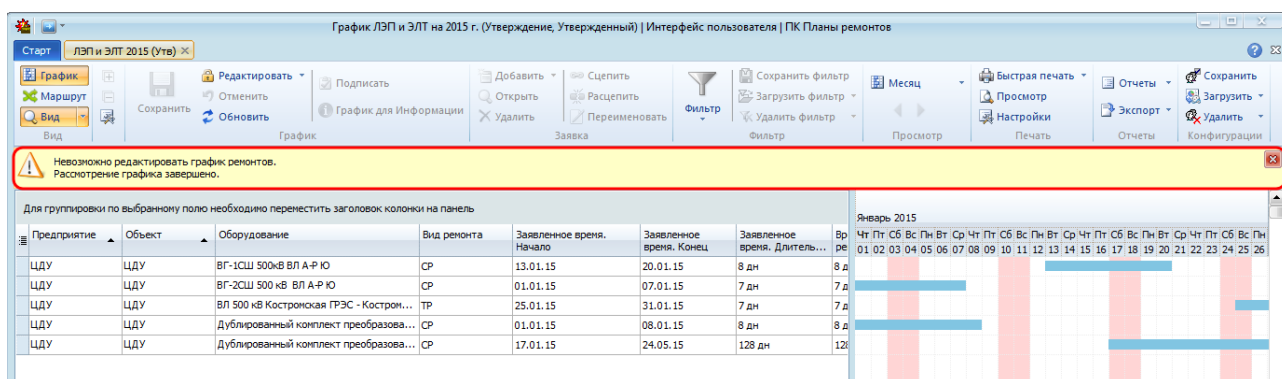

Рисунок 10.61 – Отображение информации о том, что график уже рассмотрен
- если рассмотрение графика завершено, график в состоянии «Согласованный», «Утвержденный», пользователь не наделен правом «Сброс подписей на маршруте графика», то при нажатии на кнопку « Редактировать» выводится предупреждающее сообщение (Рисунок 10.61);